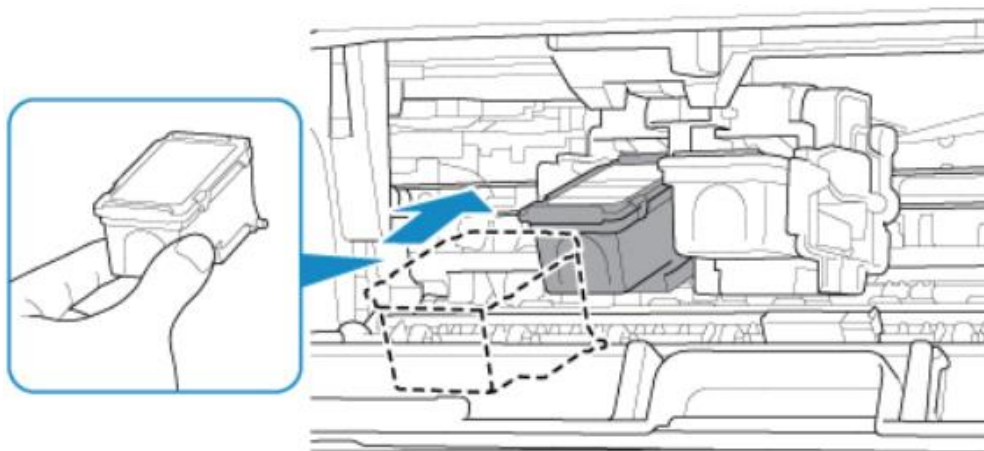

Рисунок 2.16 – П'ятий етап заміни картриджа
- вставити новий картридж під кутом в ліве гніздо, а чорний картридж в праве гніздо (див. рис. 2.16);